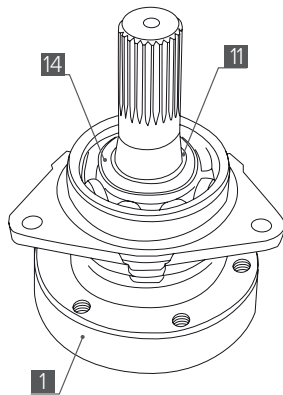

Рис. 2
1. Установите вал ведомый [1] в крышку подшипника редуктора – напрессуйте подшипник, установите наружное стопорное кольцо подшипника, шайбу тарельчатую [14] и стопорное кольцо [11] на вал (Рис. 2). Используйте съемник стопорных колец (см. раздел Инструменты).